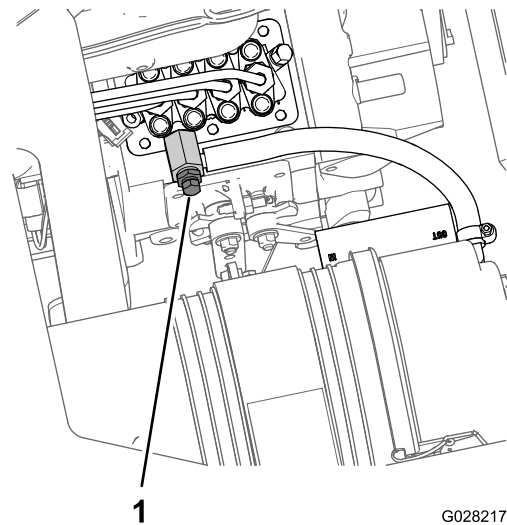

Figure 76
8. Placez un bac de vidange sous la partie pompe d'injection du moteur (Figure 76).
9. Desserrez la vis de purge sur la pompe d'injection (Figure 76).
11. Laissez la clé à la position CONTACT jusqu'à ce que le carburant s'écoule régulièrement par la vis de purge (Figure 76).
12. Serrez la vis de purge (Figure 76) et tournez la clé à la position ARRÊT.